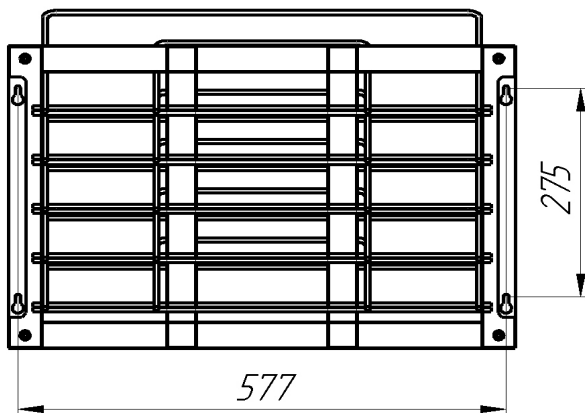

Рис. 1
4.2. Закрепить крепежные дюбели и шурупы в стене в соответствии с размерами, показанными на рис. 1.